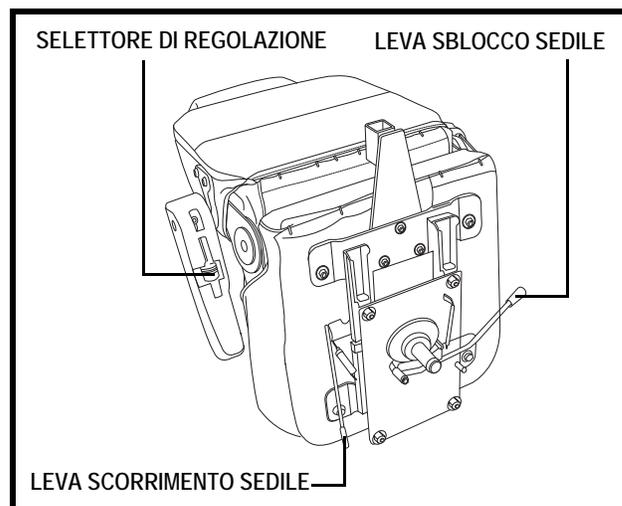

Figura 17. Regolazioni della posizione del sedile
1. Spingere in avanti la leva sblocco sedile per liberarlo. **Vedere figura 17.**
1. Tirare verso l'esterno la leva scorrimento sedile. **Vedere figura 17.**